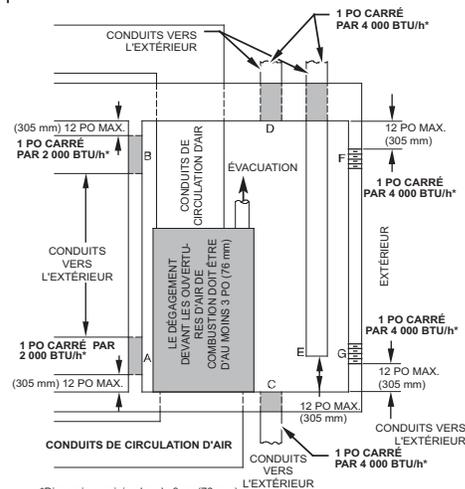

Fig. 6 – Air de combustion, de ventilation et de dilution pour l'extérieur
2. La fig. 6 illustre comment installer **DEUX OUVERTURES VERS L'EXTÉRIEUR**, une entrée et une sortie d'air de combustion et de ventilation, donnant sur l'extérieur.
- b. Dimensionner les ouvertures et les conduites en fonction des informations données à la fig. 6 et dans le tableau 3.
- c. **DEUX CONDUITS HORIZONTAUX** nécessitent 645 mm² (1po²) d'espace libre par tranche de puissance d'entrée combinée de 1 100 mm²/kW (2 000 BTUH) pour tous les appareils à gaz situés dans l'espace considéré, conformément à la fig. 6 et au tableau 3.
- d. **DEUX OUVERTURES OU CONDUITS VERTICAUX** nécessitent 645mm² (1po²) d'espace libre par tranche de puissance d'entrée combinée de 550 mm²/kW (4 000 BTUH) pour tous les appareils à gaz situés dans l'espace considéré, conformément à la fig. 6 et au tableau 3.
- a. 645 mm² (1 po²) d'espace libre par tranche de puissance combinée de 734 mm²/kW (3 000 BTUH) pour tous les appareils à gaz situés dans l'espace considéré, conformément à la fig. 6 et au tableau 3.